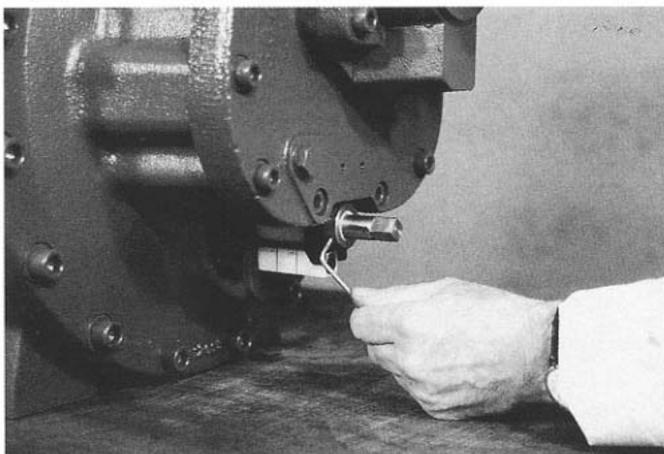

Рис. 13
2. Затем можно снять крепежное кольцо втулки, ослабив два шлицевых установочных винта и вытянув из ствола со скользящим упором. (Рис. 13)